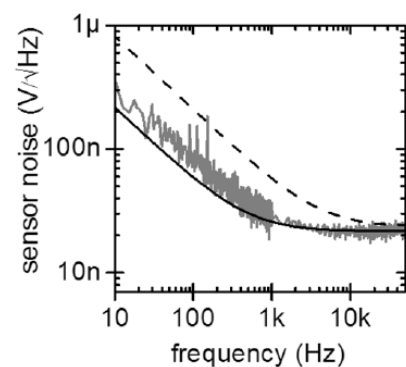

Abbildung 5: Rauschverhalten der PMOS-Sensoren
- Rauschverhalten: $8,4$ $\mu\text{V}_{\text{rms}} \equiv 9,1$ kPa (siehe Abbildung 5)